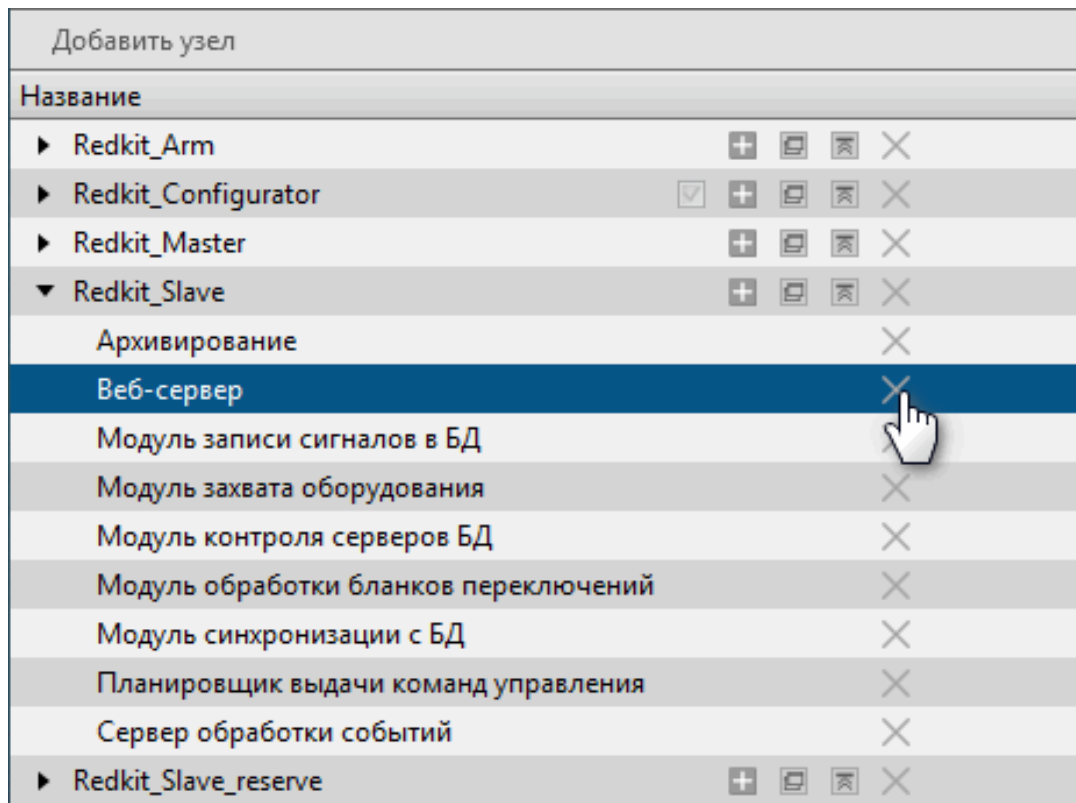

Рисунок 267 - Удаление модуля
1. Нажмите на кнопку × (Рисунок 267).